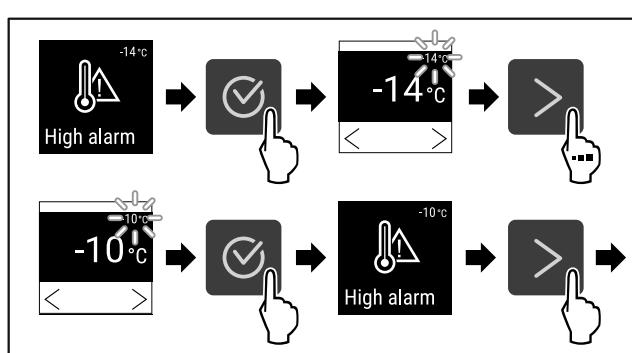

Fig. 132
► Følg anvisningene (se Fig. 132).